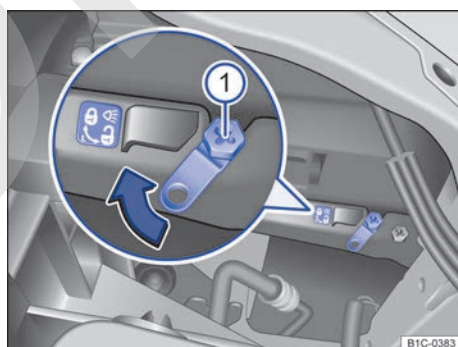

Fig. 184 En el vano motor: palanca de desbloqueo para el faro delantero izquierdo.
3.	Sítúe los cuatro puntos de montaje de la carcasa del faro sobre las cuatro guías ① dispuestas en el hueco del faro.
4.	Bloquee la carcasa del faro. Para ello, introduzca el destornillador para tornillos de estrella → pág. 262 en la palanca de desbloqueo → fig. 184 ①.
6.	Cerciórese de que la marca roja de la palanca de desbloqueo → fig. 184 no se vea más. Si después del bloqueo aún se ve la marca roja, el faro no estará correctamente fijado. Repita los pasos para el montaje.